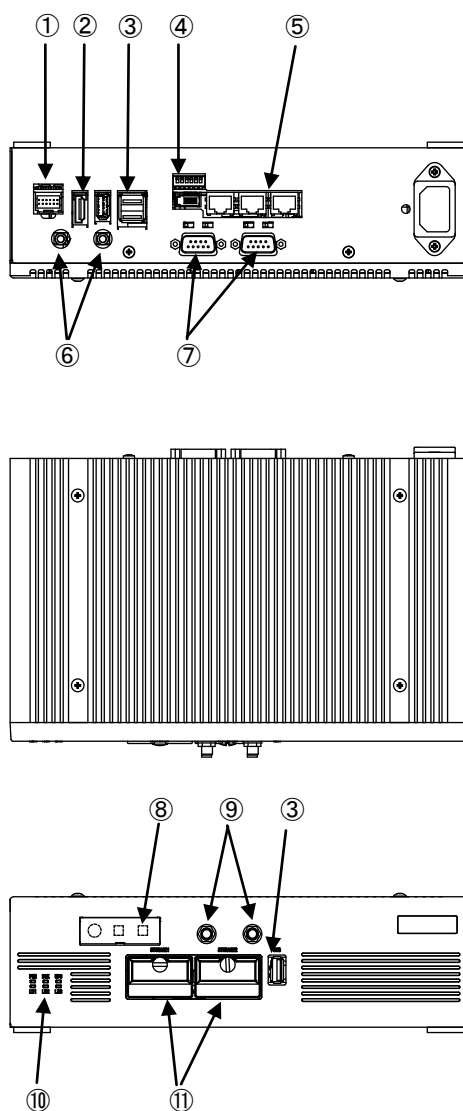

図 3-1-1. 外形図 (AP4-101ANB)
EC4A シリーズの例として、AP4-101ANB の外形図を図 3-1-1 に示します。各部名称を図 3-1-1 に示します。
COM1	SI01 (図 3-1-1 ⑧) アプリケーションでシリアル通信に使用できます。 シリアルポート設定スイッチと組込みシステム機能のシリアルコントロール機能を使用することで、RS-232C/422/485 を切替えることができます。
COM2	SI02 (図 3-1-1 ⑧) アプリケーションでシリアル通信に使用できます。 シリアルポート設定スイッチと組込みシステム機能のシリアルコントロール機能を使用することで、RS-232C/422/485 を切替えることができます。
ローカルエリア接続	LAN1 (図 3-1-1 ⑥): 1000BASE Ethernet
ローカルエリア接続 2	LAN2 (図 3-1-1 ⑥): 1000BASE Ethernet
ローカルエリア接続 3	LAN3 (図 3-1-1 ⑥): 1000BASE Ethernet
汎用入出力	汎用の入出力です。 入力 6 点、出力 4 点を制御できます。 (図 3-1-1 ⑦)
バックアップバッテリーモニタ	BIOS 設定、RTC、外部 RTC に使用されるバックアップバッテリー (図 3-1-1 ⑩) の状態を取得することができます。
内蔵拡張インターフェース	オプションの専用拡張基板を接続できます。(図 3-1-1 ⑩)